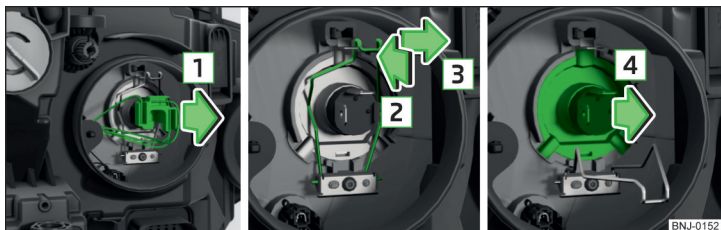

Fig. 299 Înlocuirea becurilor pentru faza scurtă și lungă
- › Apăsați elementul de blocare al conectorului și trageți cu atenție conectorul, prin mișcări pendulatorii, în direcția săgeții **1** » fig. 299.